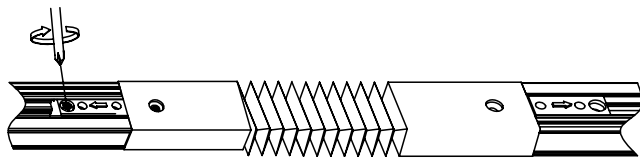

Fig. 32
2. Ensure polarity edges of tracks and connectors align. Insert flexible connector into open end of track and tighten positioning screw. Do not force connector into track (Fig 32).
2. Assurez-vous que les bords de polarité des rails et des connecteurs sont alignés. Insérez le connecteur flexible dans l'extrémité ouverte du rail et serrez la vis de positionnement. Ne forcez pas le connecteur dans le rail (figure 32).